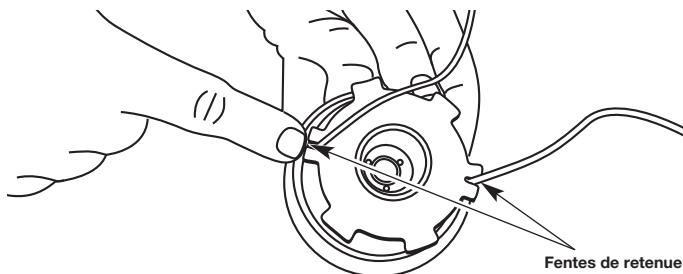

Fig. 33
12. Insérez les extrémités du fil dans les deux fentes de retenue (Fig. 33).